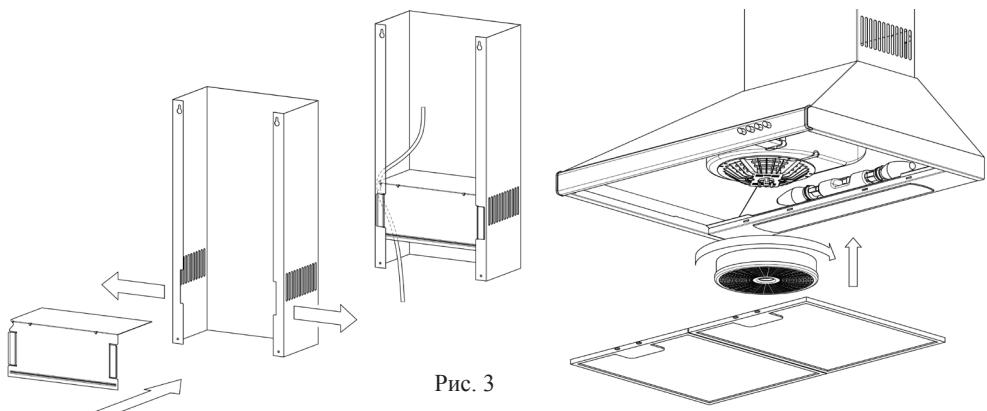

Рис. 3
**ВНИМАНИЕ!** МИНИМАЛЬНОЕ РАССТОЯНИЕ МЕЖДУ ПЛОСКОСТЬЮ УСТАНОВКИ ПОСУДЫ НА ПЛИТУ (НАГРЕВАТЕЛЬНОЙ ПОВЕРХНОСТЬЮ) И ВОЗДУХООЧИСТИТЕЛЕМ ДОЛЖНО БЫТЬ 75 см. ВОЗДУХООЧИСТИТЕЛЬ КРЕПИТЬ НА РОВНУЮ ПОВЕРХНОСТЬ (рис. 3).
**6.7 ДЛЯ РАБОТЫ В РЕЦИРКУЛЯЦИОННОМ РЕЖИМЕ** установите заслонку в трубу нижнюю так, чтобы сетевой шнур проходил через подогнутый уголок заслонки. При установке разведите в стороны боковые плоскости нижней декоративной трубы и поочередно вставьте проушины заслонки в пазы на задних полках (рис. 3). Для установки фильтра угольного кассетного, оденьте его на фиксирующие элементы в центре вентилятора и поверните по часовой стрелке до упора (рис. 3). Демонтаж производится в обратном порядке.